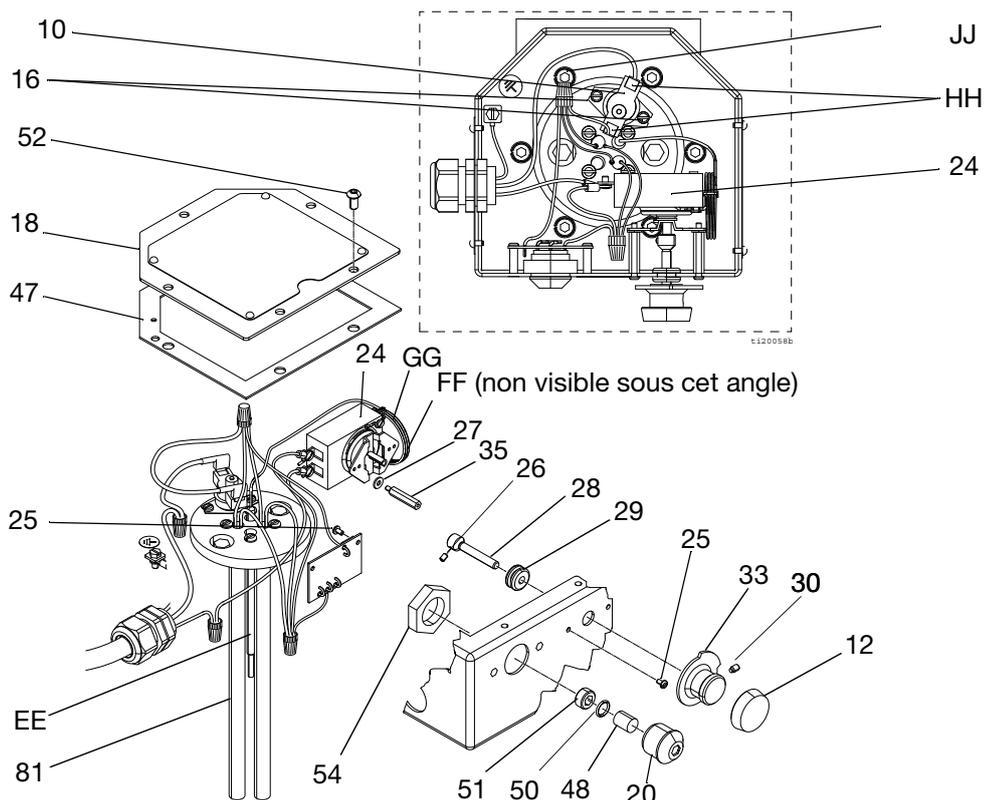

FIG. 12 : Réparation du thermostat
(Pour les modèles avec thermostat, voir FIG. 12 page 21)
Cette procédure s'applique uniquement aux réchauffeurs commandés par un thermostat. Voir la **Fig. 12 : Réparation du thermostat**, page 21.
- Pour les raccordements des câbles, voir la FIG. 12 ou la FIG. 13, page 21.
- **Modèles 262853 et 24W612 uniquement :** Veiller à ce que le noyau (68) soit dans l'axe de la goupille de la fiche (82) dans le boîtier (67).
- S'assurer que le joint (47) est en place et en face des trous des vis de fixation du boîtier électrique.
- Fixer le couvercle (18) avec les vis (52). Serrer les vis au couple de serrage de 85-90 in-lb (10 N•m).